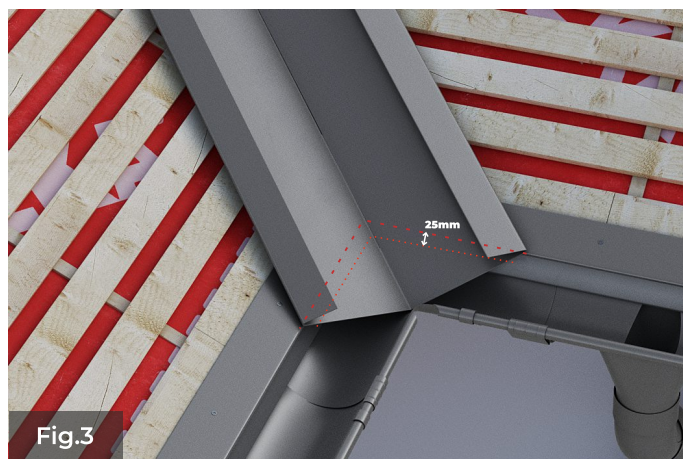

Fig.3
1. La îmbinarea cu bordura streășină, dolia se decupează conform - fig. 3 și 4. Astfel marcați intersecția doliei cu bordura streășină, adăugând 25 mm, care apoi se pliază peste bordura streășină - fig. 8.